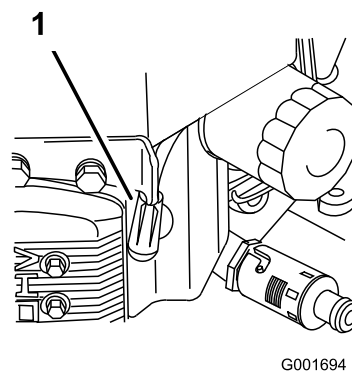

Figura 39
3. Desconecte los cables de las bujías (Figura 39).